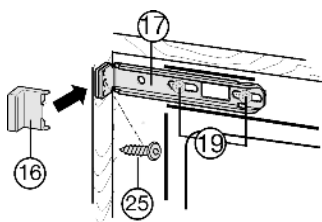

Fig. 19
- ▶ Desserrer un peu les vis Fig. 19 (19).
- ▶ Visser l'étrier Fig. 19 (17) supérieur à l'aide d'une vis à panneaux de particules Fig. 19 (25) $\varnothing 4 \times 19$ sur la paroi du meuble.
- ▶ Casser l'extrémité du cache Fig. 19 (16) qui dépasse.
- ▶ Bien serrer les vis Fig. 19 (19).
- ▶ Remettre le cache Fig. 19 (16).